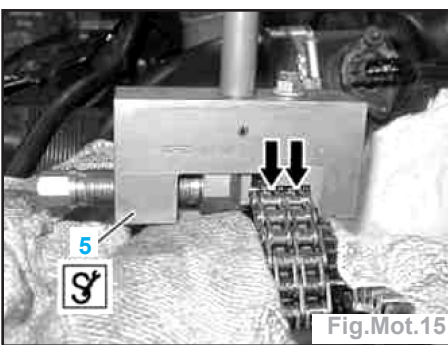

Fig.Mot.15
- positionner l'outil de rivetage (5) de telle sorte que les étançons de guidage s'appliquent (flèches) (Fig.Mot.15).